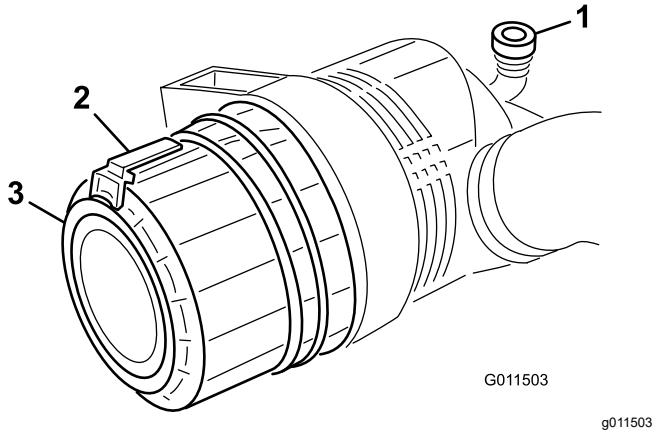

Bild 54
2. Ziehen Sie den Riegel nach außen und drehen Sie die Luftfilterabdeckung nach links (Bild 54).